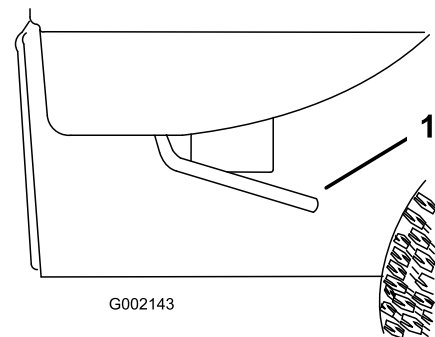

Figure 27
1. Levez le levier de chaque côté du plateau et relevez le plateau (Figure 27).